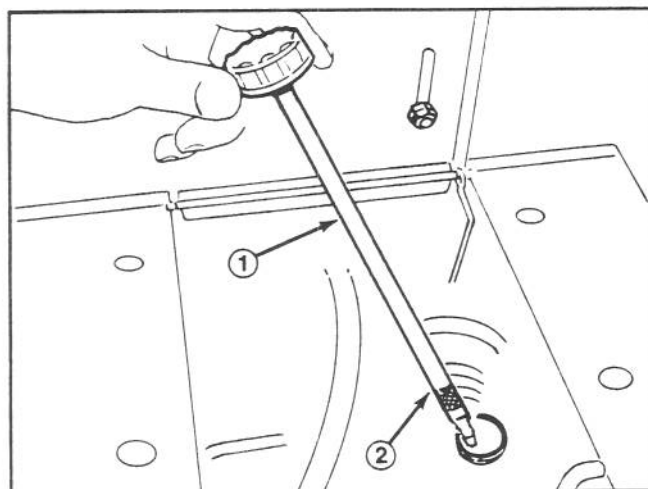

Figure 4
3. Enlever la jauge du tube de remplissage (Fig. 4).
5. Verser lentement l'huile dans le réservoir (Fig. 4). Utiliser n'importe quelle huile détergente de haute qualité qui a la classification de service SF ou SG de l'API (American Petroleum Institute – Institut Américain du Pétrole). Choisir la viscosité de l'huile (poids) en fonction de la température ambiante prévue.
6. Agiter doucement la machine afin d'évacuer tout air retenu dans le réservoir. Visser complètement la jauge dans le tube de remplissage, puis l'enlever et s'assurer que le niveau d'huile atteint la marque FULL (PLEIN) sur la jauge (Fig. 4). Si le niveau est trop bas, ajouter suffisamment d'huile pour atteindre la marque FULL.